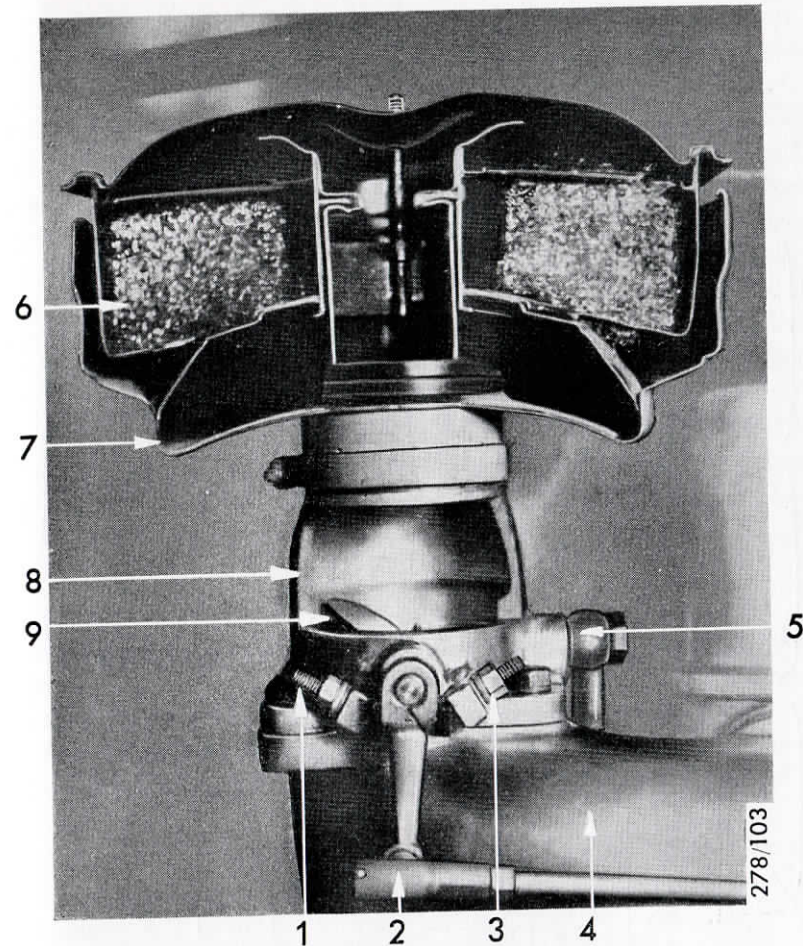
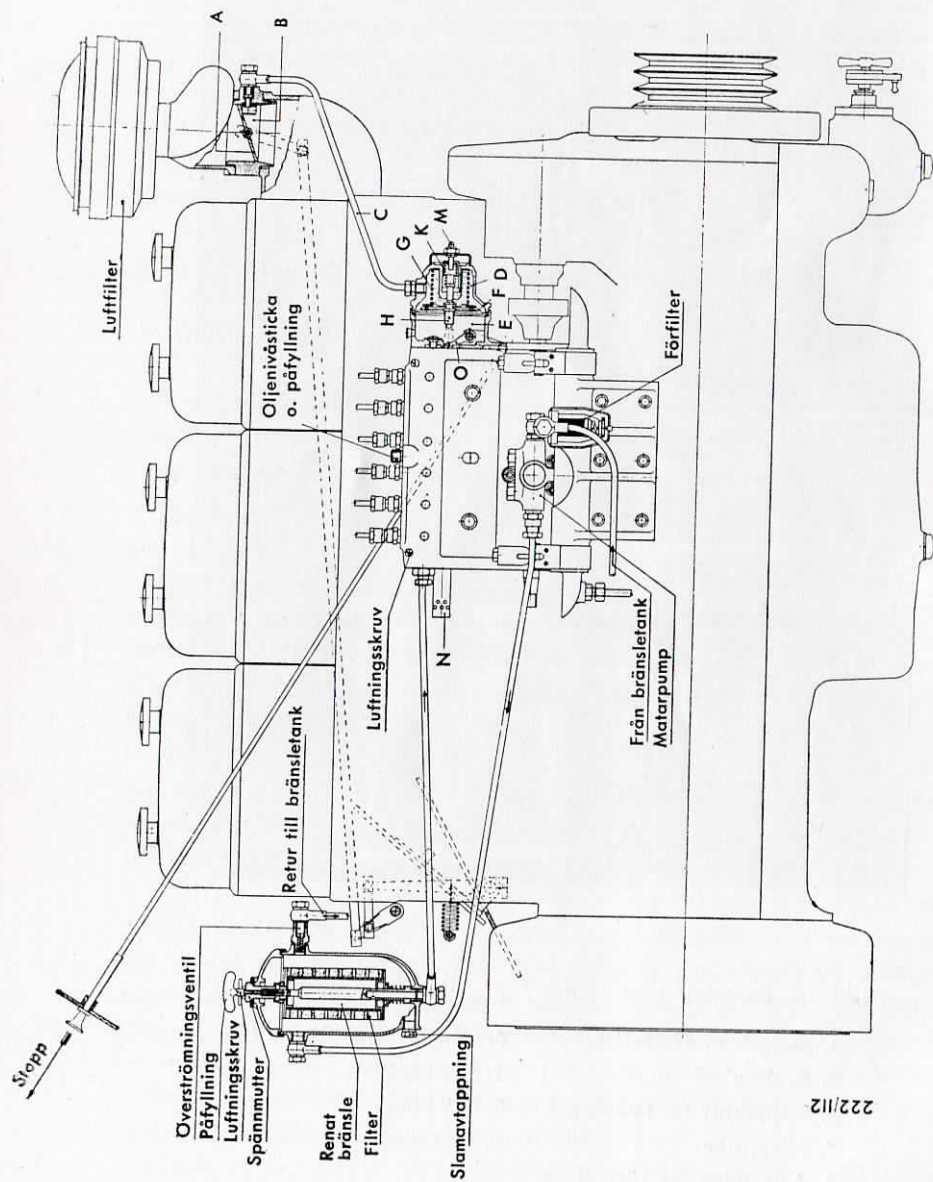
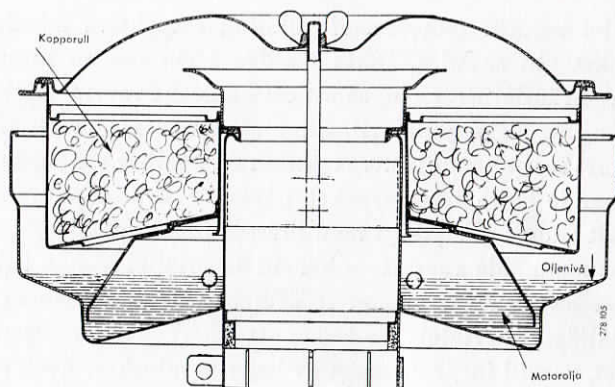

Bild 20. Spjällhus med luftfilter av oljebadstyp (genomskuret)
Bild 21. Schema för bränslesystemet
Bild 22. Sektion av luftfilter med oljebad
Motorns inloppsrör är fastskruvat på cylinderhuvudena och försedd med ett eller två luftfilter. Efter filtret finnes ett spjällhus (bild 20), med ett luftspjäll (A, bild 21) för indirekt reglering av bränsleinsprutningen. Spjällhuset (B) är med en rörledning (C) förbundet med insprutningspumpens vakuumregulator, som bestämmer den insprutade bränslemängden. Regulatorns membran (F) påverkas härigenom av undertrycket vid spjället (A).
Vid filter med oljebad (bild 20) kommer luften in genom den ringformade springan emellan ytterväggen och locket vid filtrets överkant. Luften strömmar sedan nedåt mot oljebadets yta, varvid de tyngre dammpartiklarna uppfångas av oljan (bild 22). Luften suges därefter upp genom filterinsatsen av kopparull, medtagande en viss mängd olja, varigenom insatsen ständigt hålles fuktig. I detta oljefuktade filter kvarhålles även det finaste damm, så att endast ren luft kommer in i motorn.